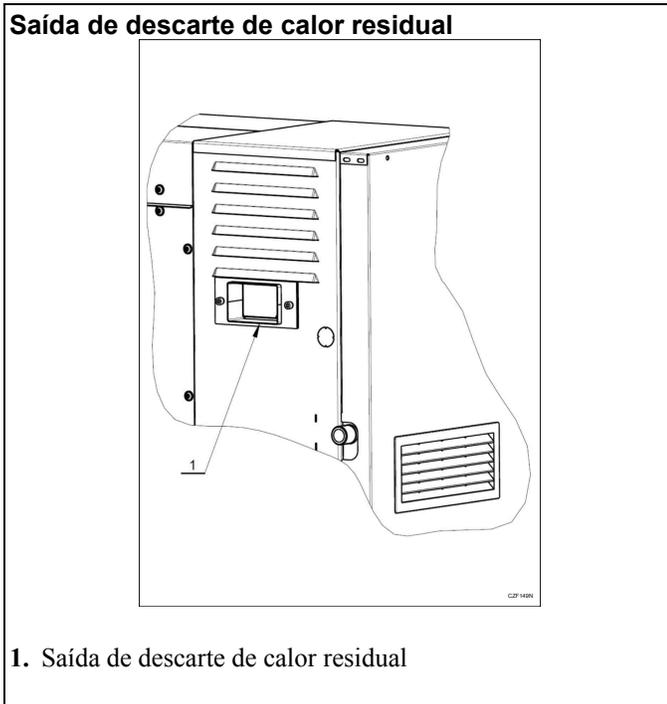

Figura 23
- Na parede traseira do suporte direito, há uma saída de descarte de calor residual (1) – (Figura 23).